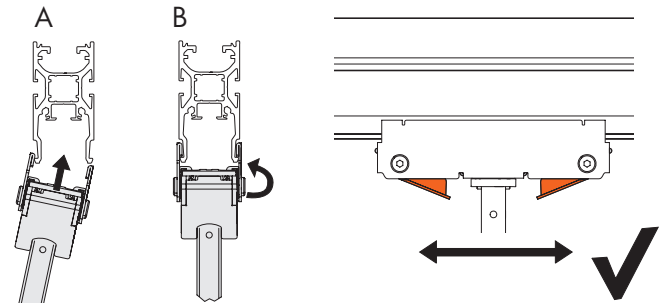

Fig. 27: Enganche y desplazamiento
3. Introduzca el adaptador de enganche ligeramente inclinado en el carril de techo Multi-Lane (Fig. 27/A) y gírelo para ponerlo recto (Fig. 27/B).